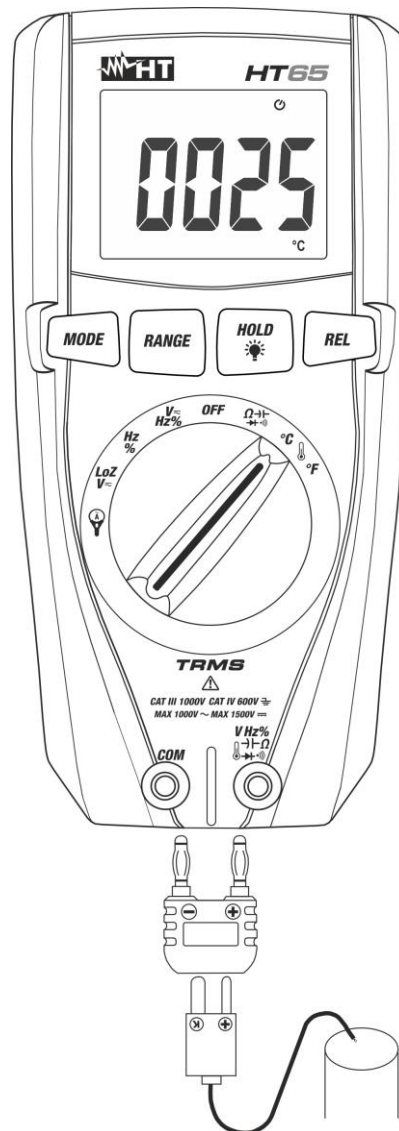

Fig. 9: Uso dello strumento per misura di Temperatura
2. Inserire l'adattatore in dotazione nei terminali di ingresso $\left(\begin{matrix} \text{V Hz \%} \\ \text{V} \end{matrix} \right)$ (polarità +) e **COM** (polarità -) (vedere Fig. 9)